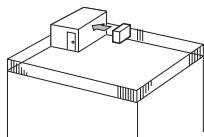

Fig. 2-2
- Umistěte výstup vzduchu směrem k nejbližší dostupné zdi a ponechte u ní volný prostor přibližně 35 cm. (Fig. 2-2)